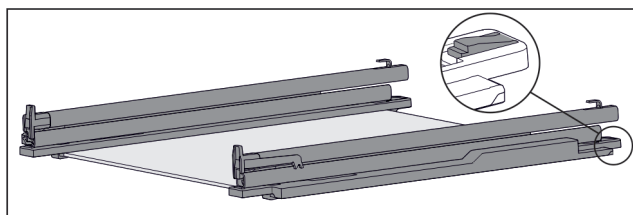

Fig. 155 Skleněná deska s kolejničkami a přídržnými díly
- Přídržný díl vzadu stlačte dolů (viz Fig. 155) a současně zasuněte kolejničku dozadu.